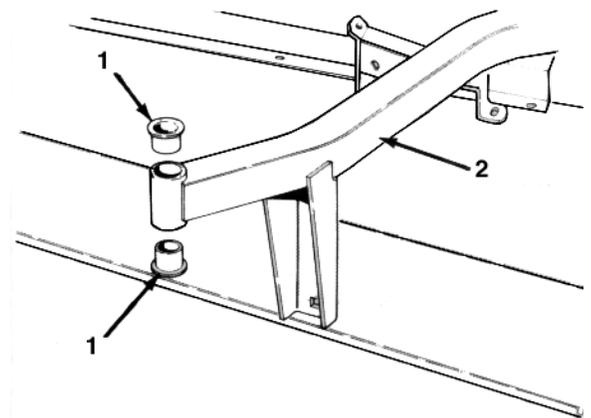

Bild 12
- Einen Riemen in die untere Riemenscheibenrinne der linken Spindel einlegen, den Riemen unter der Montageplatte der Spannscheibe schieben und um die zentrale Riemenscheibe legen. Den Riemen durch Hebeln der Spannscheibe gegen den Riemen und Festziehen der Spannscheibenflanschschraube (Bild 12) spannen.